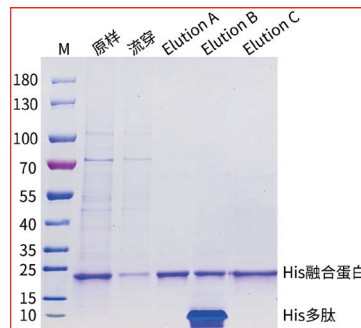

图2.Magneti-Q His标签蛋白纯化试剂盒纯化分泌蛋白的SDS-PAGE电泳图
- 5) 对洗脱产物进行 SDS-PAGE 电泳, 结果请见图 2。